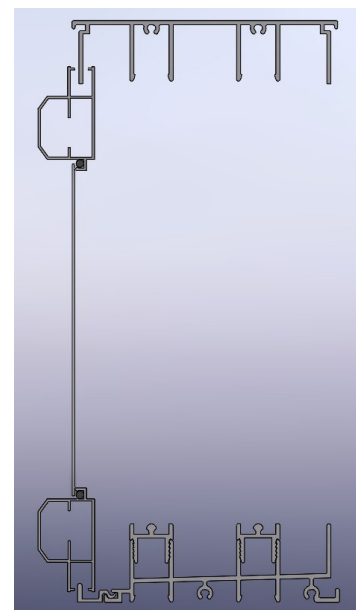

Figura 43
1. **Coloque** el panel de modo que la parte superior del panel se deslice sobre la aleta del cabezal del marco. Gire la parte inferior del panel hacia adentro hasta que la parte inferior del panel quede alineada sobre la aleta adicional del umbral y coloque el rodillo del panel sobre la aleta. (Consulte la figura 43).